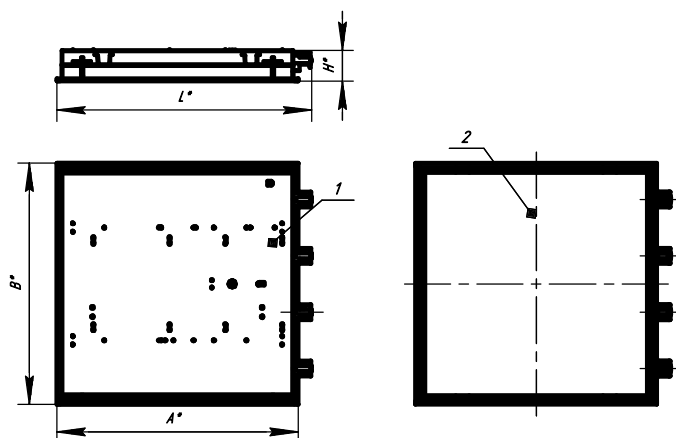

Рисунок 1: 1. Корпус в сборе,
4.1 Светильник состоит: из корпуса в сборе поз.1, в котором размещена электрическая схема; рассеивателя в сборе поз.2 рисунок 1.
6.2. Снимите рассеиватель в сборе поз.2 рисунок 1 из пазов скоб, расположенных по углам корпуса поз.1 на 25-30 мм. Рассеиватель в сборе повиснет на четырех пружинах. Выведите поочередно пружины из пазов скоб корпуса и снимите рассеиватель в сборе.
6.7. Установите рассеиватель в сборе поз.2 рисунок 1 на корпус поз.1, предварительно вставив концы пружин в пазы скоб корпуса и подсоедините заземляющий провод решётки к корпусу в сборе.